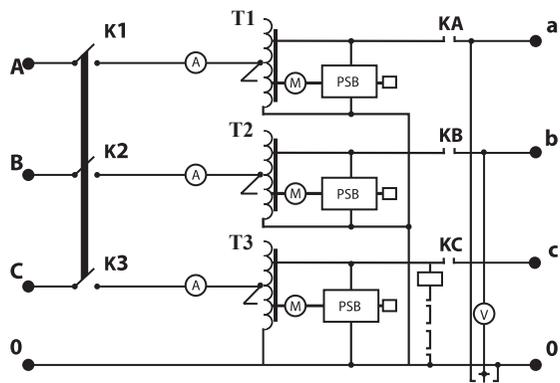

рис.2
6.1.3 Схема устройства стабилизатора напряжения для моделей АСН - 6000/3 м и АСН - 9000/3 м представлена на рис.2: